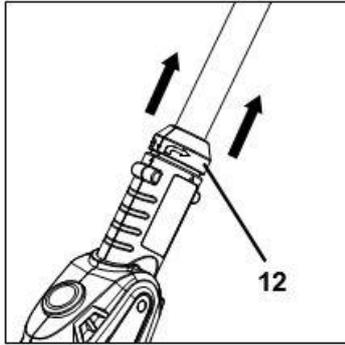

Fig. 13
2. Tirez la bague de verrouillage 12 comme montré sur la Fig.13.